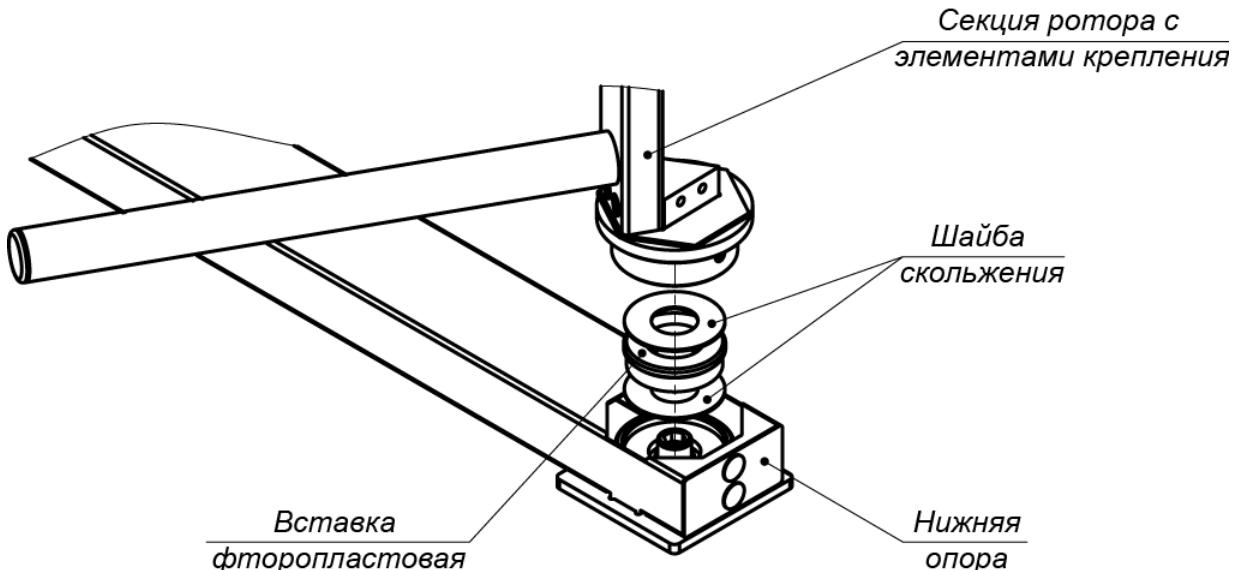

**Рисунок 12. Установка верхней балки разделителя**
7. Распакуйте секции разделителя (5) и верхнюю балку разделителя (8) (ящик №6).
- Установите обе секции разделителя (5) на установочную поверхность, ориентируя отверстия в опорных фланцах по расположению анкеров.
9. Установите верхнюю балку разделителя в стойки разделителя и зафиксируйте ее винтами M6×16 (8 штук) с шайбами, входящими в комплект поставки (рис. 12).